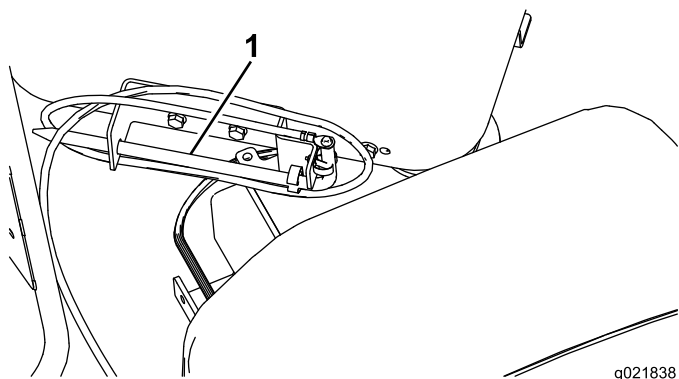

Рисунок 83
- Удалите стойку заземления с держателя на стороне платформы оператора (Рисунок 83).
2. Переведите буровую каретку полностью вниз в буровую раму и произведите распыление состава для резьбовых соединений на резьбовую поверхность шпинделя, затем верните буровую каретку в верхнюю часть рамы (Рисунок 83).